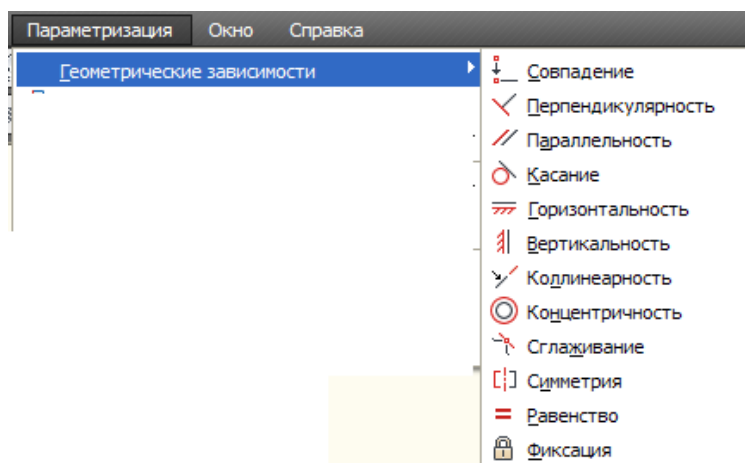

Рис. 1. Геометрические зависимости
- Параметризация/геометрические зависимости (рис. 1);